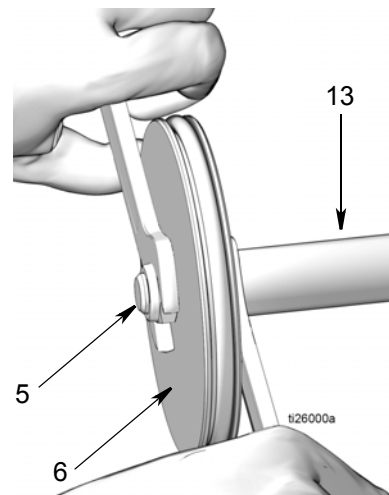

FIG. 19
- b. Pour séparer la tige de piston (13) et le piston (6), faire tourner deux clés dans le sens opposé l'une de l'autre. Poser une clé à fourche sur les méplats de la tige de piston ; la seconde clé est utilisée pour desserrer l'écrou (5) comme montré sur la FIG. 19.